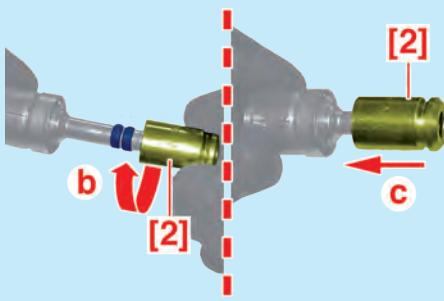

Fig.6
- Préformer les joints de combustion à l'aide de l'outil [2] (Fig.6).